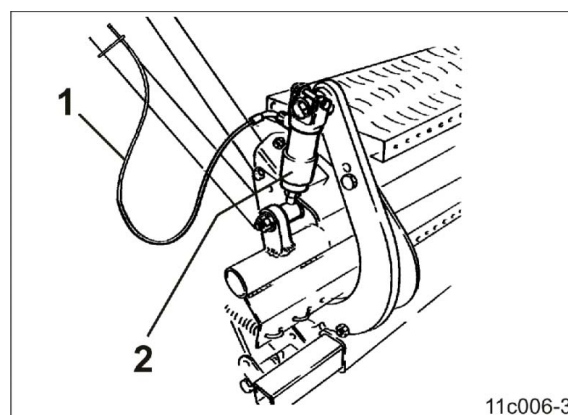

Рис. 74
5. Подсоедините заранее смонтированный гидравлический шланг (Рис. 74/1) к гидравлическому цилиндру (Рис. 74/2) (если имеется).
Прокладывайте гидравлический шланг (Рис. 74/1) по достаточной большой дуге в области центров шарниров крепежных труб выравнивателя типа "Ехакт" во избежание повреждений шланга в результате движения выравнивателя.